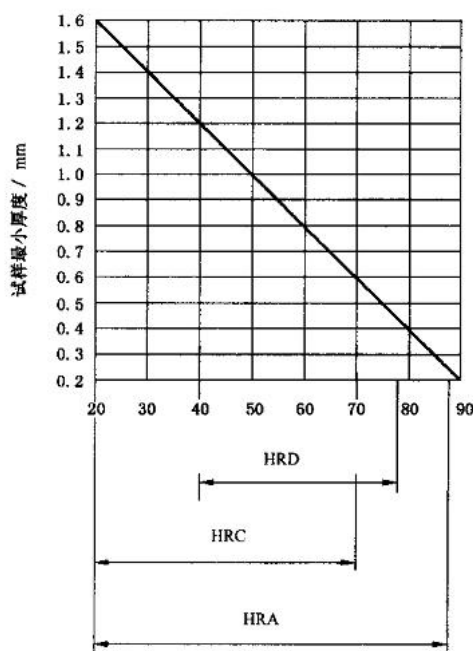

图 5-1 用金刚石压头试验
1.2 试件的最小厚度应大于压痕深度的 10 倍。测试后，试件背面不得有可见的变形痕迹。见图 5-1，5-2